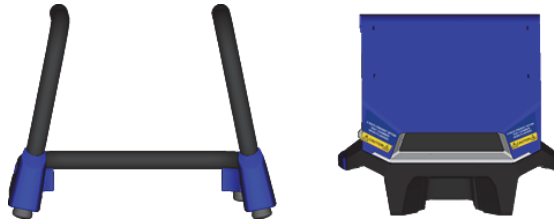

Figure B-6 Poste de travail – Support et chambre d’analyse
1. Placez le support et la chambre d'analyse du poste de travail côté à côté sur une surface plane (voir Figure B-6 à la page 117).